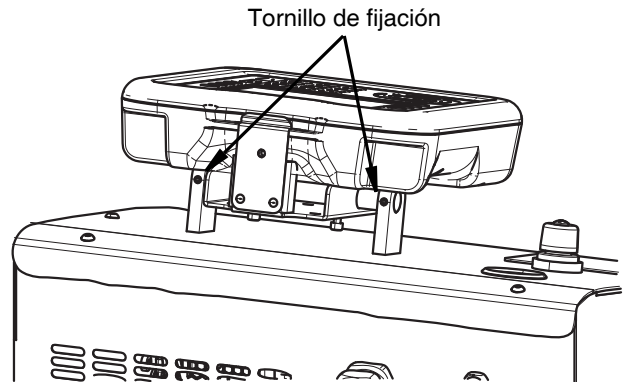

FIG. 12
1. Afloje ambos tornillos de fijación de los soportes de montaje del ADM con una llave Allen de 2,5 mm. Ver FIG. 12.